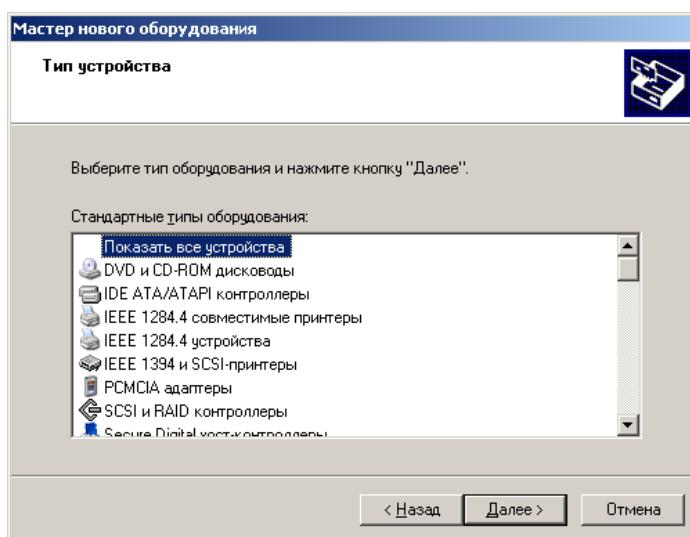

Рис.12. Выбор типа устройства
5) Отметить последний пункт "**Не выполнять поиск. Я сам выберу нужный драйвер**" и нажать кнопку "**Далее**". Появится страница выбора типа устройства (рис.12).